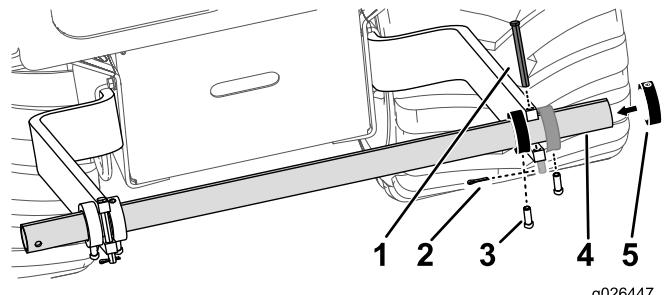

Figure 2
- Placez les 2 collets de butée sur le support du porte-bobine, et montez le tuyau sur le support de sorte que les collets de butée se trouvent à l'intérieur du guide de support (Figure 2).
- Placez les 2 collets de butée extérieurs sur le tuyau du porte-bobine et fixez-les au moyen de 4 vis de maintien (3/8 po), comme montré à la Figure 2.
- Insérez les 2 axes de chape pour bloquer le tuyau du porte-bobine et fixez-les au moyen des 2 goupilles fendues (Figure 2).